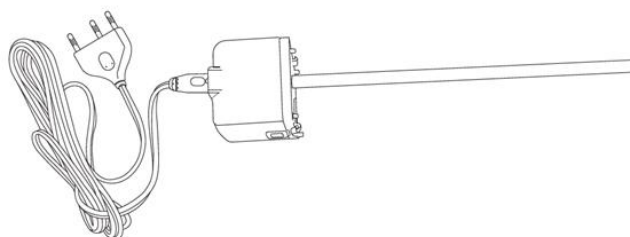

Рис. 2.7 Соединение между ВЧ-приборами и ВЧ-кабелем
2. Подсоедините биполярный присоединительный шнур ВЧ-прибора и монополярный присоединительный шнур ВЧ-прибора к разъему для ВЧ-приборов на корпусе инструмента, как показано на рис. 2.7.